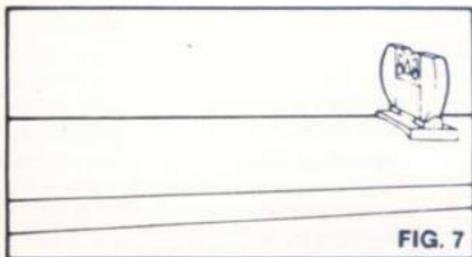

FIG. 7
SIGHT ADJUSTMENTS — Your gun can be adjusted to shoot higher by loosening the two small screws on the back of the leaf and moving the blade up one or more lines. In order to shoot lower, the blade can be lowered. Retighten the screws when finished with adjustment. (Figure 7).
REGLAGE DE LA HAUSSE — Pour le réglage vertical du tir il suffit de desserrer les deux (2) petites vis situées à l'arrière de la hausse et faire glisser la planchette de la hausse d'une ou de plusieurs lignes vers le haut pour tirer plus haut, ou vers le bas pour tirer plus bas. Resserrez les vis (Fig. 7). Pour le réglage horizontal procédez comme suit: pour tirer plus à droite, déplacez la hausse vers la droite en donnant des petits coups de marteau sur l'embase de la hausse (utilisez de préférence un marteau en fibre ou en laiton pour ne pas la rayer ou la déformer). Pour obtenir un tir plus à gauche, procédez en sens contraire.